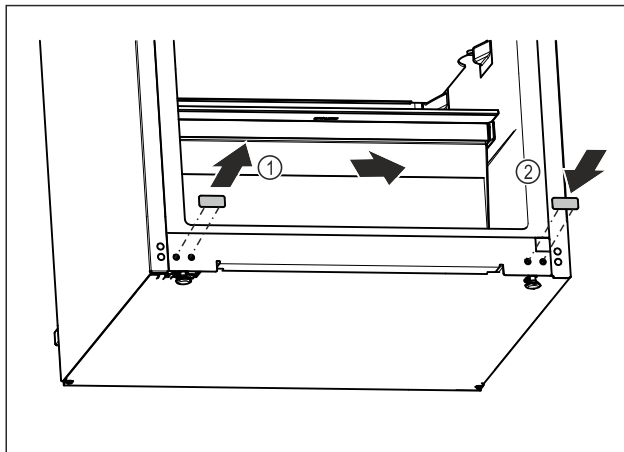

Fig. 12
- ▶ Húzza ki a fedődugót. Fig. 12 (1)
- ▶ Helyezze fel a fedődugót a másik oldalon. Fig. 12 (2)